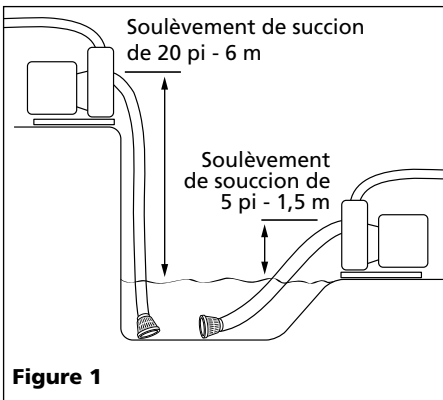

Figure 1
1. Placez la pompe aussi près que possible du liquide pompé. Une pompe à soulèvement de succion de 20 pieds ne pompera pas l'eau aussi rapidement qu'une à succion de 5 pieds. (Figure 1)